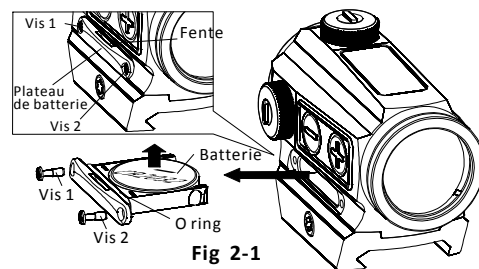

Fig 2-1
1) Élimination de la batterie (Fig 2-1):